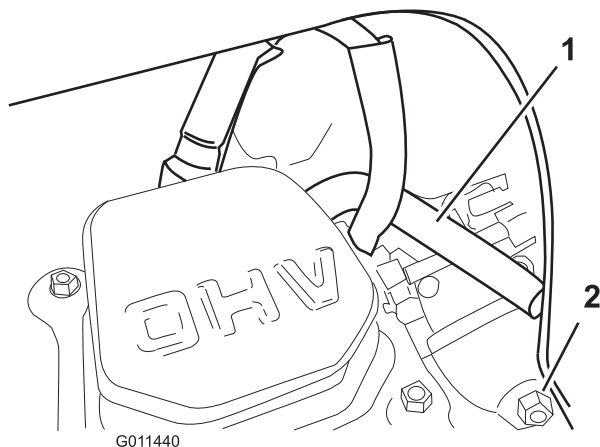

**Figure 35**
11. Réglez l'écartement des électrodes à 0,76 mm (0,030 po), comme montré à la Figure 35.